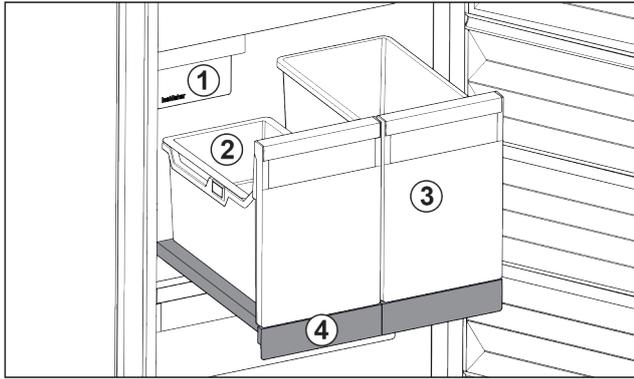

Fig. 79 Estante extraíble con IceTower
- (1) IceMaker
- (2) Bandeja suspendida para cubitos de hielo
- (3) Recipiente para, por ejemplo, pizza, bebidas alcohólicas, etc.
- (4) Estante extraíble
En el estante extraíble hay dos recipientes altos (IceTower). En el recipiente Fig. 79 (2) se recogen y almacenan los cubitos de hielo del IceMaker. El recipiente Fig. 79 (3) es adecuado para conservar productos altos, como pizzas o bebidas alcohólicas.